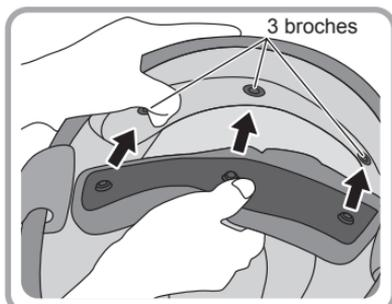

Fig.3
3. Según se muestra en la Fig. 3, inserte la entretela del obturador de aire-2 uniformemente en el interior del embellecedor de goma desde ambos lados hacia el centro.